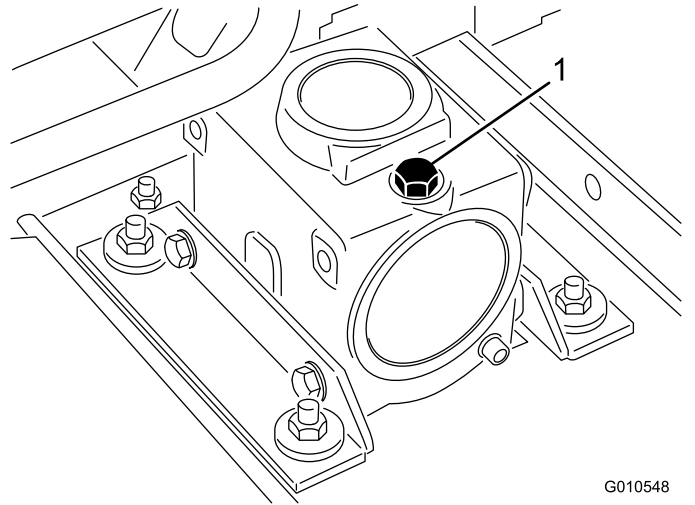

Bild 20
2. Stellen Sie die Zugmaschine und das Mähwerk auf eine ebene Fläche und senken Sie die Mähwerke ab. Nehmen Sie den Ölpeilstab bzw. die Füllschraube oben am Getriebe ab (Bild 20) und stellen Sie sicher, dass der Schmiermittelstand zwischen den Markierungen am Peilstab liegt. Wenn der Ölstand niedrig ist, füllen Sie Öl der Sorte SAE 80-90 ein, bis der Stand zwischen den Markierungen liegt.